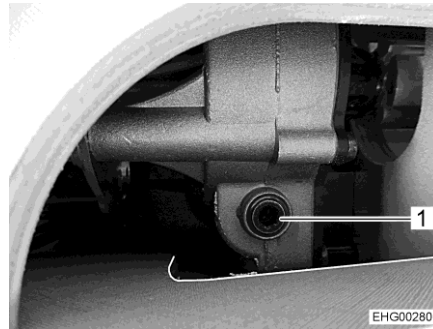

Fig. 53 Accesso all'azionamento (esempio)
- Inserire nell'alloggiamento del meccanismo di azionamento (Fig. 53,1) la manovella a disposizione o una chiave esagonale.